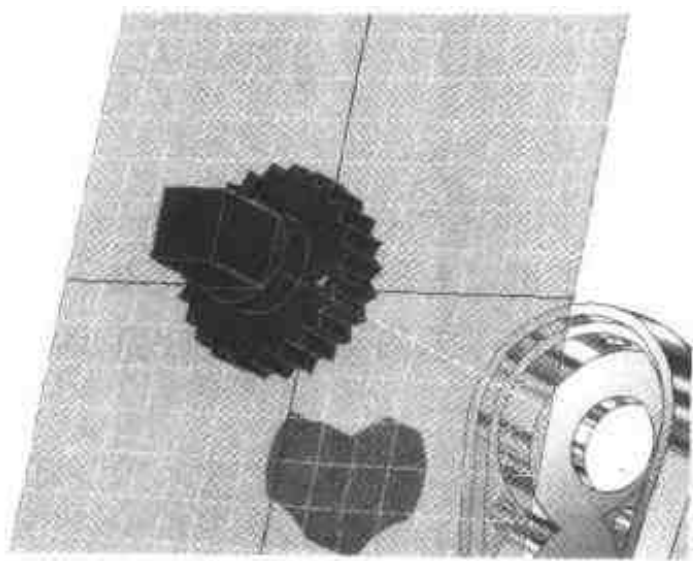
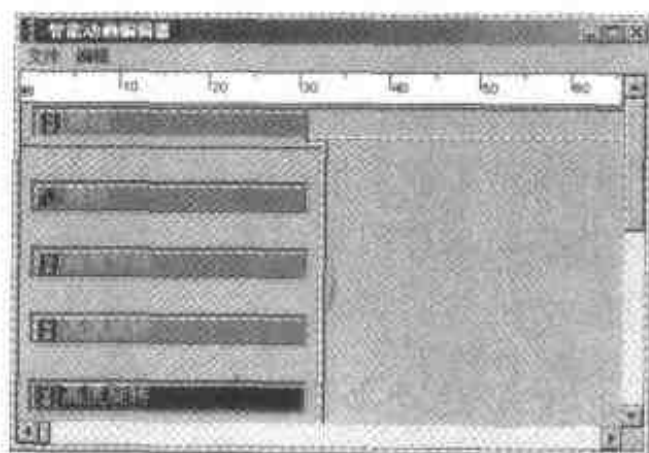

图 5.45 棘轮的动画轨迹
图 5.46 展开棘轮的动画片段
- (5) 单击【完成】按钮,结果如图 5.45 所示。
- (6) 再次在零件状态下选择棘轮,单击【智能动画】按钮,弹出【智能动画向导】对话框。
- (7) 选择【旋转】后,在下拉菜单中选择 along height direction,将旋转角度改为 12。棘轮的两次运动动画(即顺、逆往复转动)都已经添加完毕,可是这时观察却什么也看不出来的,需要利用智能动画编辑器来进行时间编辑。
- (8) 打开智能动画编辑器,双击【棘轮】打开动画片段,结果如图 5.46 所示。